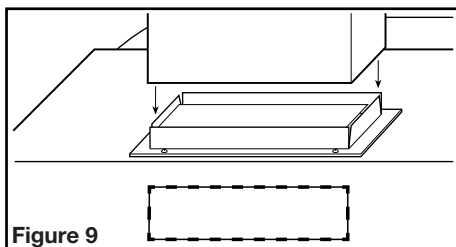

Figure 9
- Raccorder les conduits au collet et au clapet de la hotte. Assurez-vous que les joints des conduits et les pénétrations extérieures sont scellés avec du mastic ou tout autre matériau similaire pour créer un passage d'air étanche afin de minimiser la perte ou le gain de chaleur et réduire le risque de condensation. Placez / enveloppez l'isolant autour du conduit et / ou ventilateur afin de minimiser la possibilité d'accumulation de condensation à l'intérieur du conduit, ainsi que la perte ou le gain de chaleur (Figure 9).